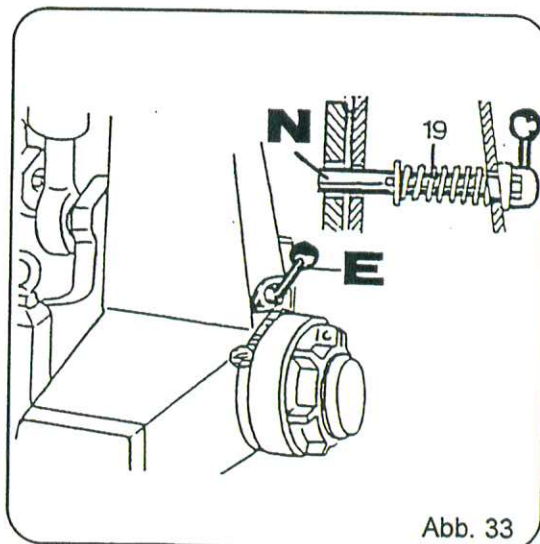

Abb. 33
- Hebel am Tragbock umlegen (Abb. 33, Pos. E)
- Mit Schlepperhydraulik den Pflugrahmen drehen bis Bolzen einrastet (Abb. 33, Pos. N).